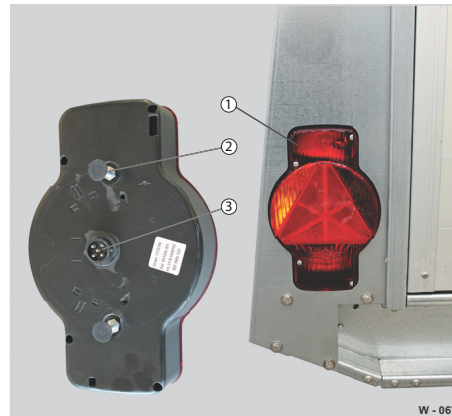

Abb. 69 Humbaur-Heckleuchte, vertikal
- ▶ Schraubverbindungen (Abb. 69/2) und die Steckverbindung (Abb. 69/3) zur Heckleuchte lösen.
- ▶ Neue Heckleuchte (Abb. 69/1) einsetzen - Ausführung beachten.